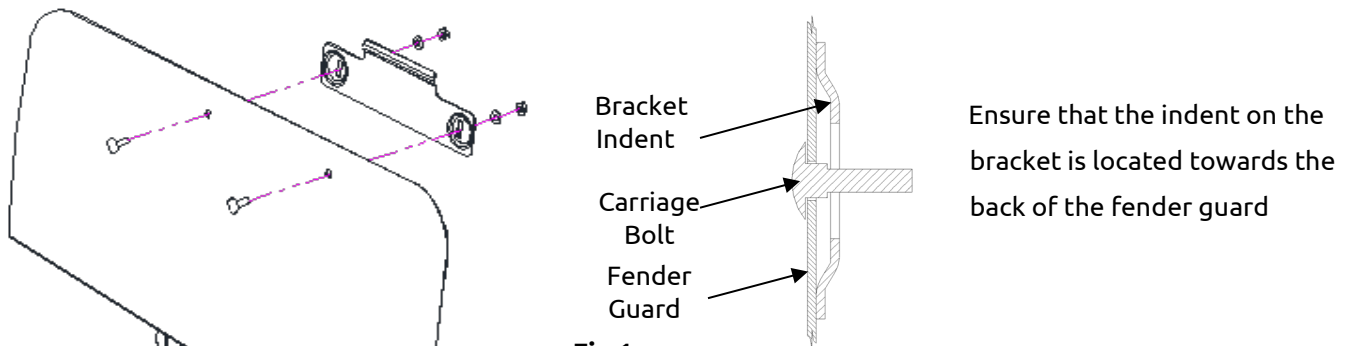

Fig 1
2. Remove the protective plastic from the bracket and loosely fasten the bracket to the fender guard with the supplied carriage bolts, washers, and locknuts (Fig. 1). Ensure the indent on the bracket is towards the fender guard to allow room for the neck of the carriage bolt.
2. Retirez la pellicule plastique du support et fixez sans serrer le support au protecteur d'aile à l'aide des boulons de carrosserie des rondelles et des contre-écrous fournis (Fig. 1). Assurez-vous que le plis dans le support est orienté vers le protecteur d'aile pour laisser de la place au col du boulon de carrosserie.
2. Retire el plástico protector del soporte y sujete sin apretar el soporte al guardabarros con los pernos de carruaje, arandelas y contratueras suministrados (Fig. 1). Asegúrese de que la indentación del soporte esté hacia el protector de defensa para dejar espacio para el cuello del perno de carro.